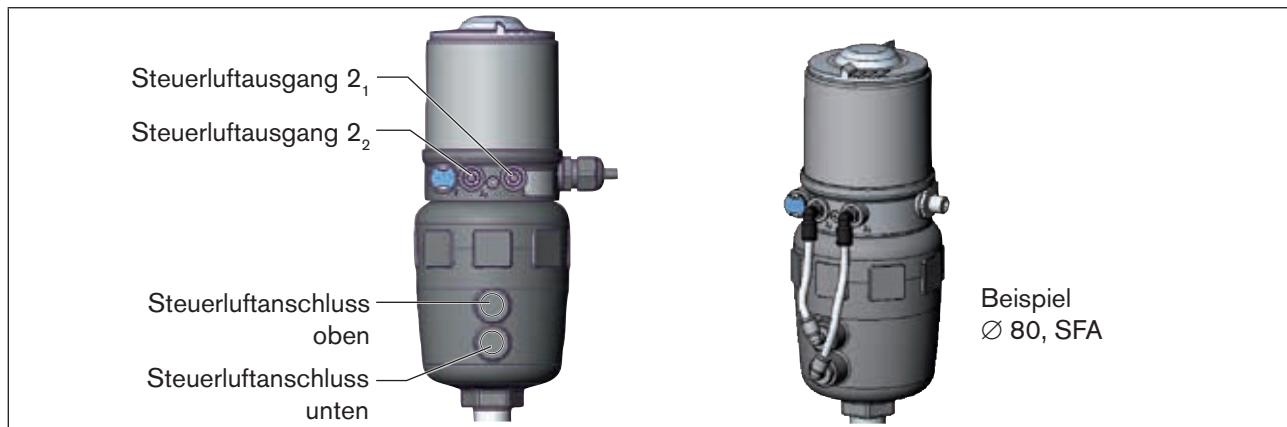

Bild 15: Montage der pneumatischen Verbindungen, Reihe 20xx
- ! Darauf achten, dass die pneumatischen Anschlüsse des Steuerkopfs und die des Antriebs vorzugsweise vertikal übereinander liegen (siehe „Bild 15“).